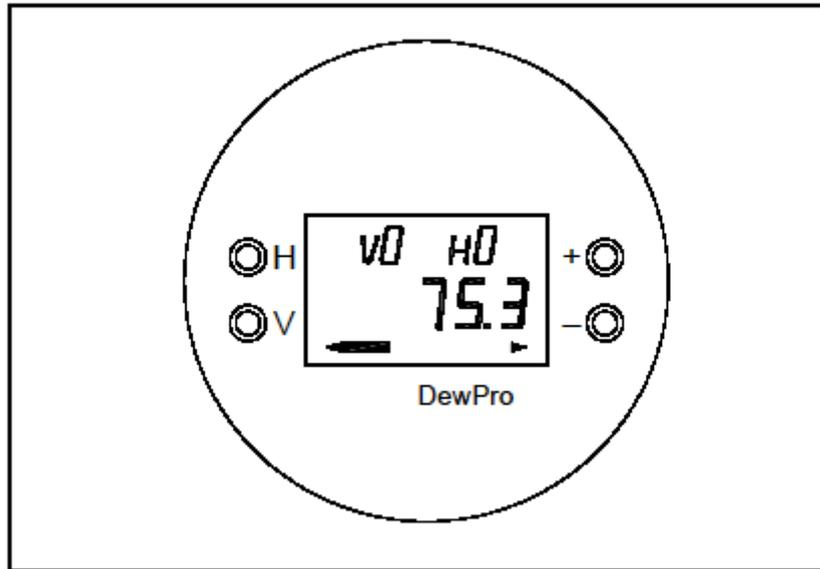

図 4-2 ディスプレイ
DewPro MMR31 のディスプレイは、垂直 (V)、水平 (H) 座標を使い、それぞれの行および列を指定して、連続的に現在のマトリックス位置を表示します。棒グラフは、出力電流をアナログ的に表します (図 4-2 参照)。